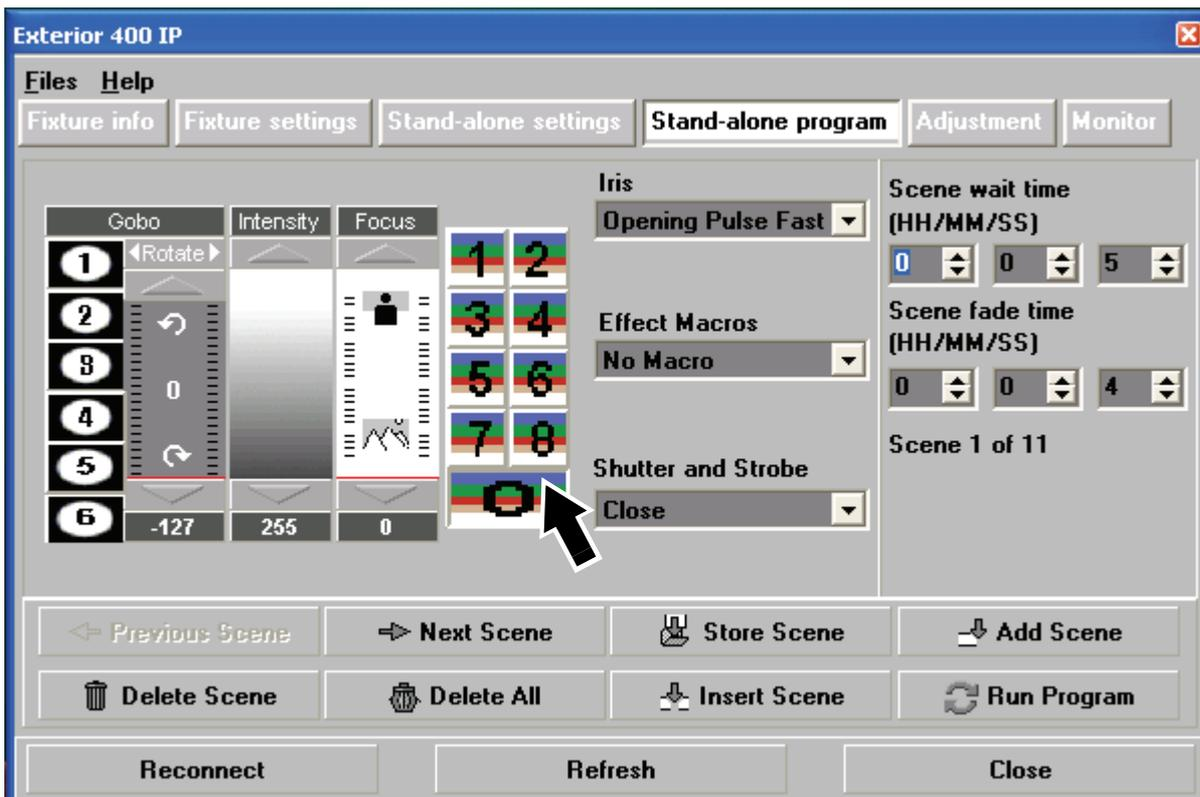

Figure 16: Programmation du mode autonome
1. Cliquez sur le bouton **Stand-alone program** (voir Figure 16).
Une fois le mélange des effets dosé et les temporisations réglées, vous pouvez mémoriser l'état du projecteur dans une scène avec le menu de programmation et utiliser les commandes au bas de la fenêtre **Stand-alone program** (Figure 16) pour gérer les différentes mémoires :